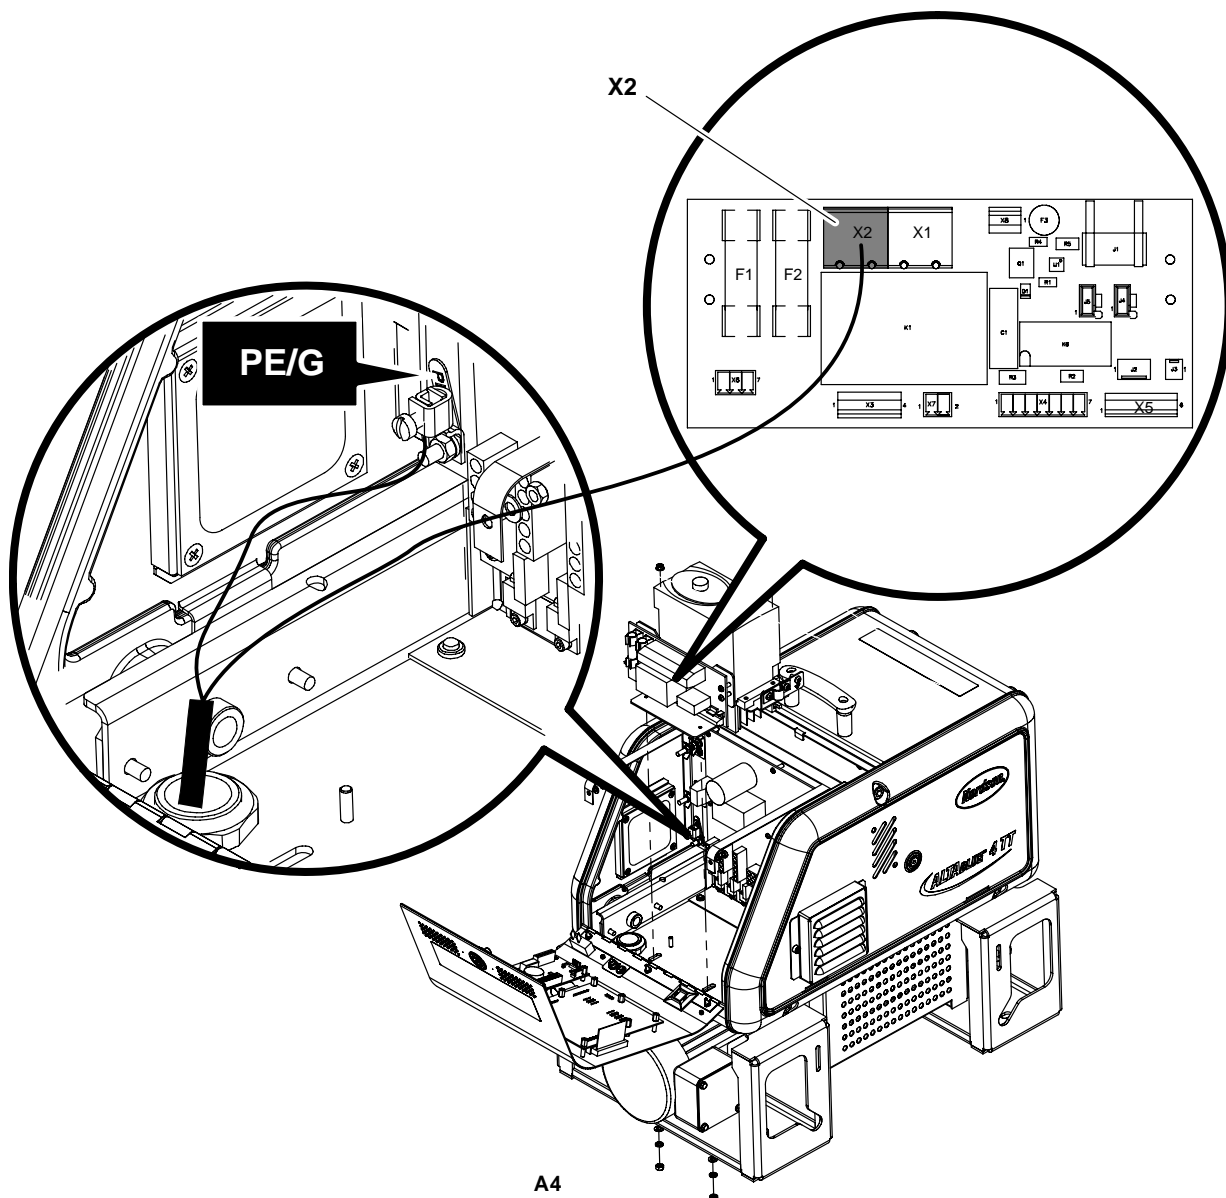
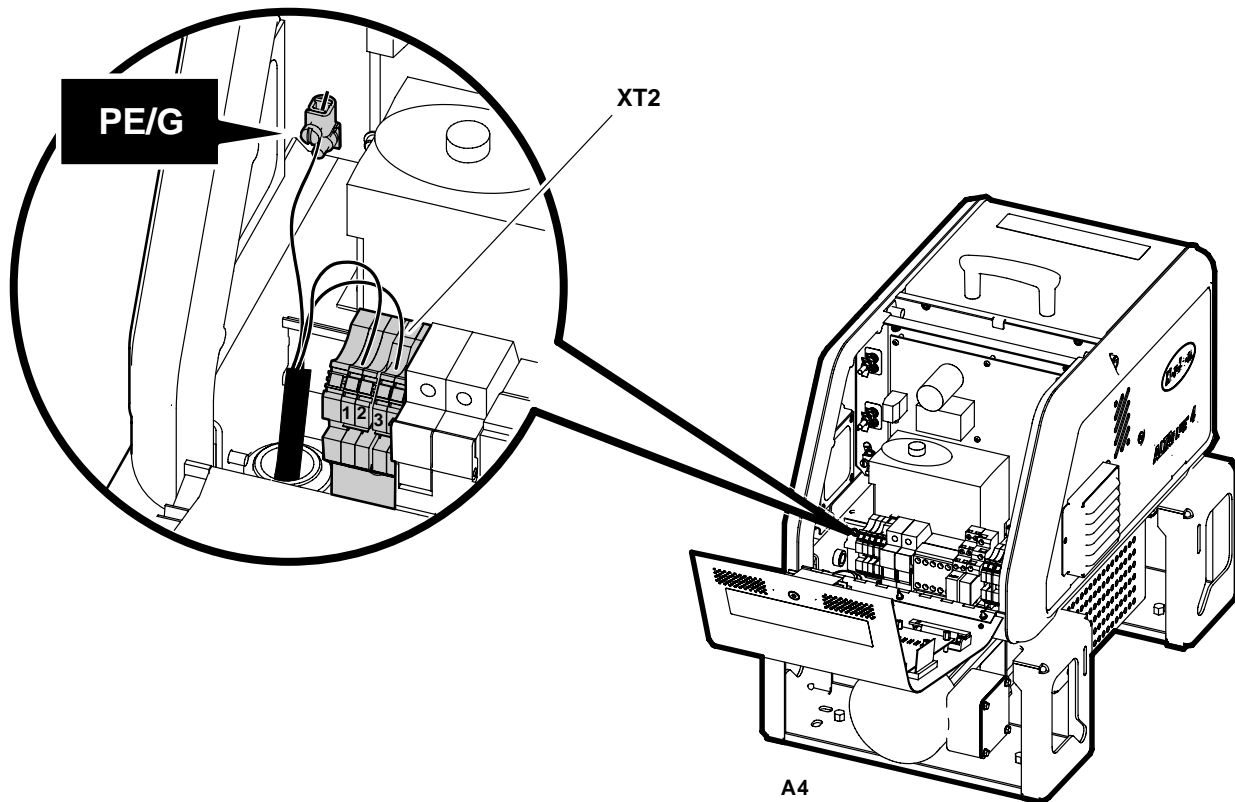

Abb. 3-5 Netzkabel und Erdungsleiter des Schmelzgerätes A4 mit der Relaisplatine anschließen
Abb. 3-6 Anschließen des Netzkabels und des Erdungsleiters von A4-Schmelzgeräten mit Motorsteuerungs-Klemmenleisteneinheit
Siehe Abb. 3-5 und 3-6 zu Schmelzgerät A4 oder Abb. 3-7 zu Schmelzgeräten A10/A16.
4. **Schmelzgerät A4:** Alle in Abbildung 3-5 für Schmelzgeräte mit einer Relaisplatine bzw. Abbildung 3-6 für Schmelzgeräte mit einer Motorsteuerungs-Klemmenleisteneinheit gezeigten Leiter des Netzkabels anschließen.